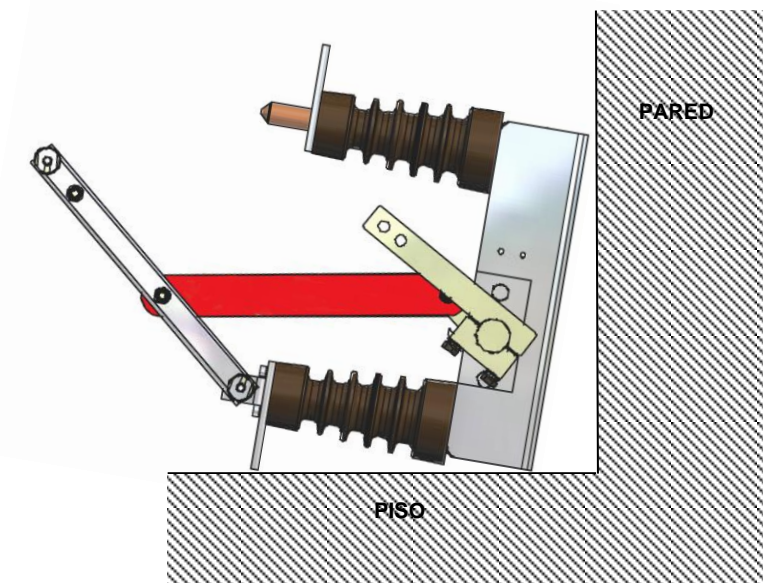

Figura 2
- 3.4. Si requiere de almacenar la cuchilla seccionadora de operación sin carga por algún tiempo antes de instalarla deberá almacenarla en un lugar cerrado, fresco y seco y apilarla de forma vertical (Figura 2).